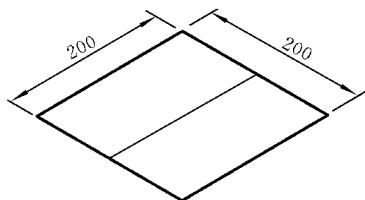

图 11.73 亭顶底部轮廓线图示
① 绘底部轮廓线 200×200 正方形,如图11.73所示。